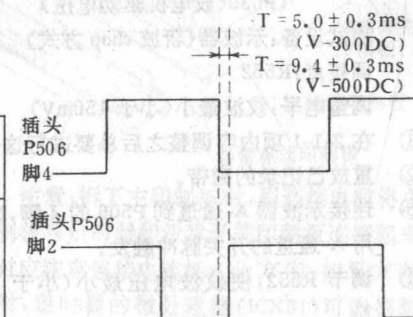

图 2-1-3
- ① 置寻迹控制钮到中间标准位置。
- ② 重放已记录的磁带。
- ③ 把示波器 A-通道输入端连到 P506 的 4 脚, B-通道连到 P506 的 2 脚, 示波器用开关脉冲触发。
- ④ 调节 R553 使图 2-1-3 中的 T 为  $5.0 \pm 0.3ms$  (V-300DC) 或  $9.4 \pm 0.3ms$  (V-500DC)。